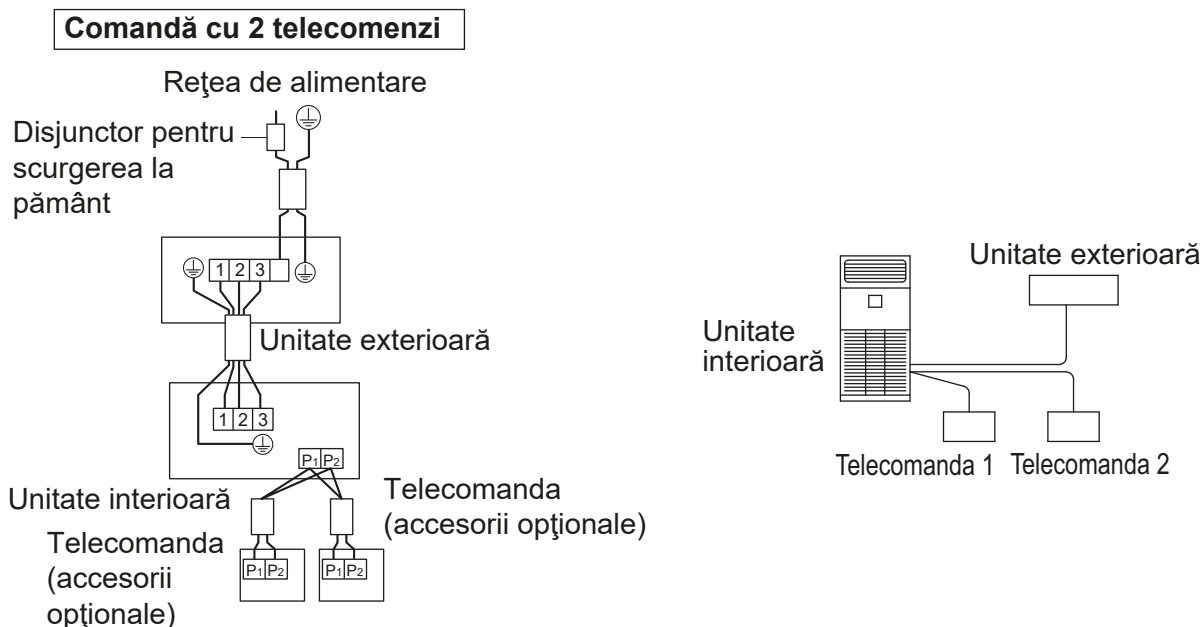

Fig. 37
- **Controlul cu 2 telecomenzi:** 2 telecomenzi controlează 1 unitate interioară. (Consultați Fig. 37)
- (3) Scoateți capacul cutiei de control (Consultați "9. CUM SE CONECTEAZĂ CABLURILE ȘI EXEMPLU DE CABLARE".)
- (4) Adăugați cablaj între telecomanda 2 (secundară) și borna (P1, P2) a regletei de conexiuni (X1M) pentru telecomanda din cutia de control. (Nu există polaritate.) (Consultați Fig. 37 și Tabelul 3)